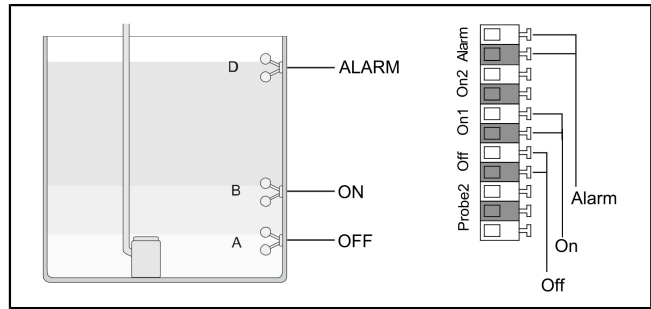
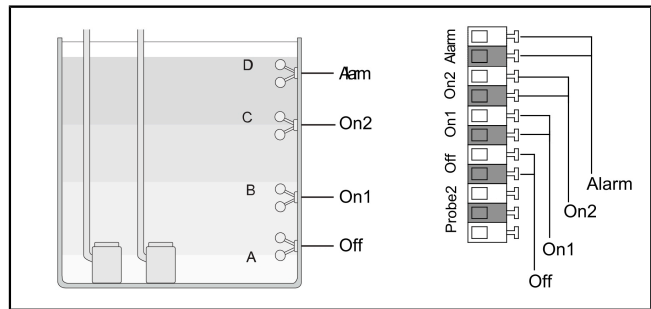

Abb. 1: Schwimmerschalter Mono (nicht-ATEX)
Abb. 2: Schwimmerschalter Duo (nicht-ATEX)
- Blindstopfen (1) herausziehen.
- Die Leitungsenden der Schwimmerschalter an abgebildeten Klemmen anschließen. (siehe "Abb. 1: Schwimmerschalter Mono (nicht-ATEX)", 11 Seite + siehe "Abb. 2: Schwimmerschalter Duo (nicht-ATEX)", 11 Seite)